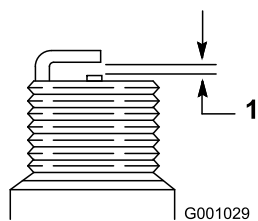

Figure 27
4. Réglez l'écartement des électrodes de la nouvelle bougie à 0,76 mm (0,030 po), comme montré à la Figure 27.